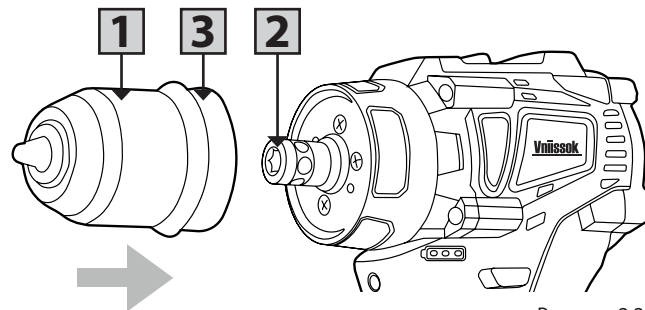

Рисунок 2.2.3.
1. Для установки быстрозажимного патрона необходимо установить патрон «1» (рисунок 2.2.3) на магнитный держатель «2» шпинделя. Поверните патрон по оси до совмещения шестигранника магнитного держателя. Установите патрон до упора и сдвиньте кольцо-замок «3» назад.